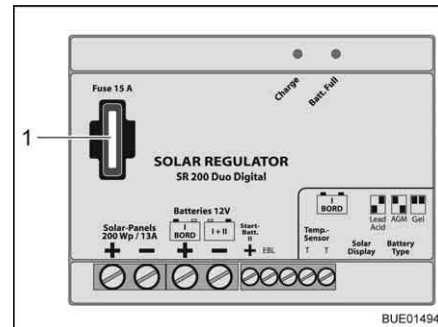

Bild 171 Säkring till laddningsregulator för solpanel 200 W
- Byt flatsäkring 15 A/blå (Bild 171,1).